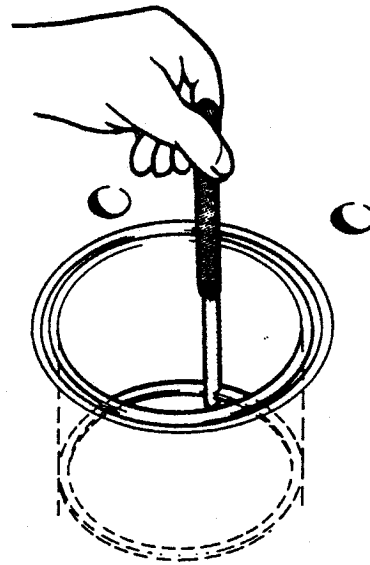

Fig. 41 Contrôle de la coupe de segment
Vérifier la coupe de segment (figure 41). Enfoncer le segment sous le point mort bas à l'aide d'un piston. Remplacer le segment si la coupe dépasse 1,0 mm.
7. Vérifier la coupe de segment dans l'alésage (figure 41, page 31), s'assurer que les segments ne grippent pas dans les gorges.